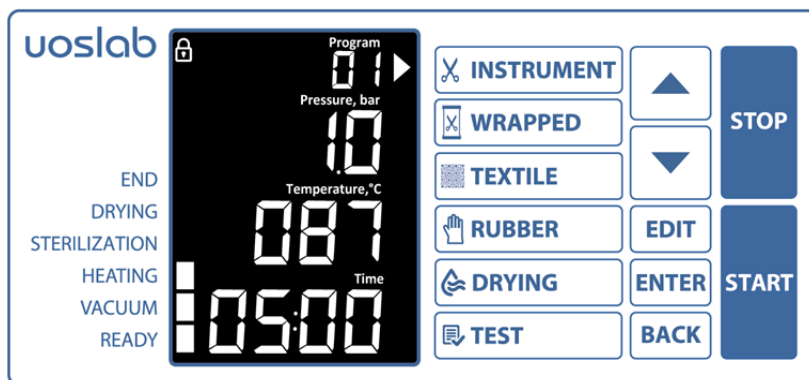

Рис. 5 – Індикація перебігу процесу стерилізації
- 6.3.14 На дисплеї у вигляді стовпчику прямокутників праворуч від назв кроків програми (**READY**, **VACUUM**, **HEATING**, **STERILIZATION**, **DRYING**, **END**) буде відображатись хід виконання програми, фактична температура та тиск в камері, а також заданий час витримки (рис. 5):